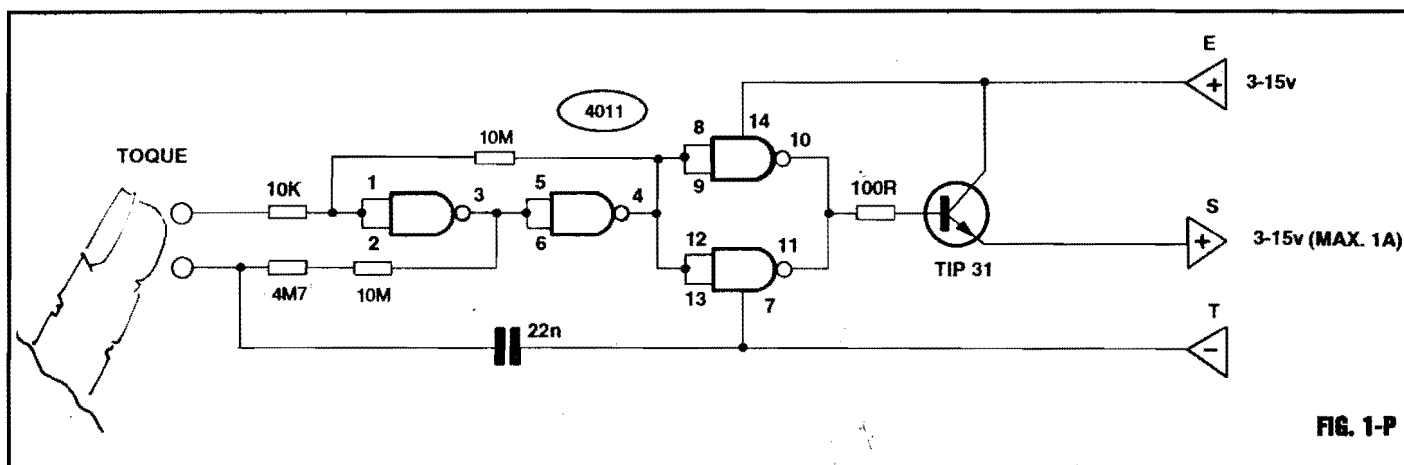

FIG. 1-P
- **FIG. 1-P - O DIAGRAMA ESQUEMÁTICO DO CIRCUITO** - No núcleo lógico do circuito, utilizamos os quatro **gates NAND** contidos num Integrado **C.MOS 4011**, comum e de baixo custo... Dois dos **gates** (os delimitados pelos pinos 1-2-3 e 4-5-6...) estão interligados como **simples inversores**, e como amplificadores poderosos de Corrente, em forma "cruzada" (já vimos estrutura parecida, no passado, quando estudamos o **BIESTÁVEL** com transistores bipolares comuns...), ou seja: a Entrada de um bloco ligada à Saída do outro, e vice-versa... A presença de um capacitor (22n) e da própria Resistência da pele do dedo do operador, forma, então, sobre o dito **BIESTÁVEL**, uma rede de realimentação de fase com *constante de tempo* de aproximadamente meio segundo, capaz de transformar o conjunto num verdadeiro **ASTÁVEL**... Isso quer dizer que,